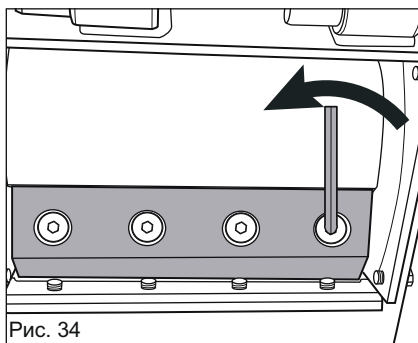

Рис. 34
6. Винты могут быть затянуты туго из-за коррозии и накопления грязи. Убедитесь, что входящий в комплект шестигранный ключ (17) хорошо подходит к винту, и что шестигранный ключ (17) надежно удерживается под прямым углом к лезвию. Удалите четыре винта крепления лезвия, повернув шестигранный ключ (17) против часовой стрелки. (рис. 34).